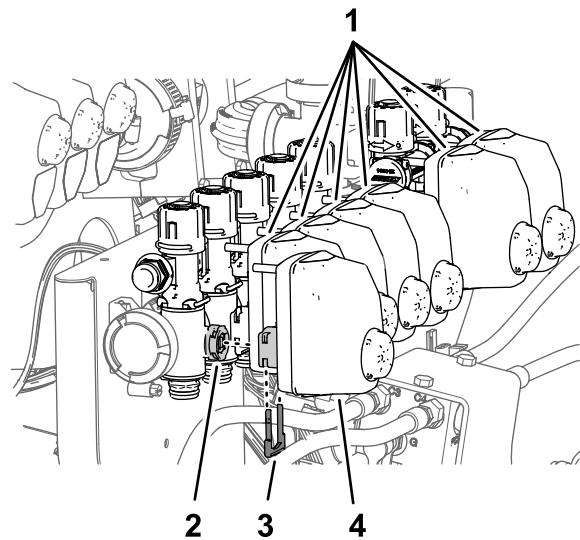

Figura 98
2. Retire los actuadores de válvula de las válvulas de boquilla 1 a 7 (Figura 98).
1. Retire las horquillas de retención que sujetan los actuadores de válvula de las válvulas de boquilla 1 a 7 (Figura 98).
10. Monte los actuadores de válvula en las válvulas de boquilla 1 a 7 (Figura 98) con las horquillas de retención que retiró en el paso 1.